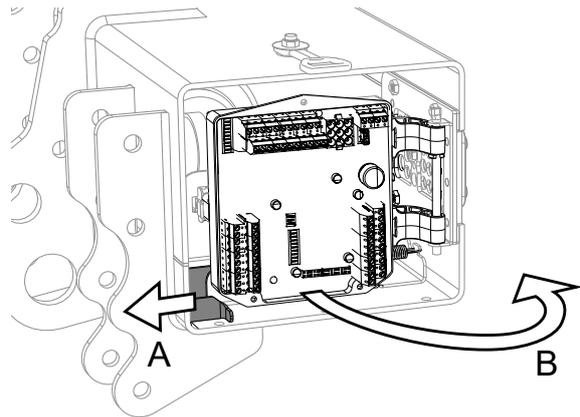
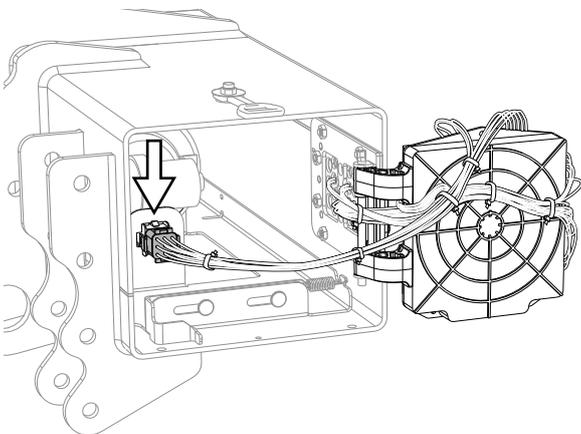

Abbildung 17. Entriegelung Steuerplatine
Abbildung 18. Anschlusskontakt
3. Die Steuerbaugruppe (B) herausklappen und den Kabelbaum am Stecker am Hydraulikaggregat lösen, siehe Abbildung 17 und Abbildung 18.